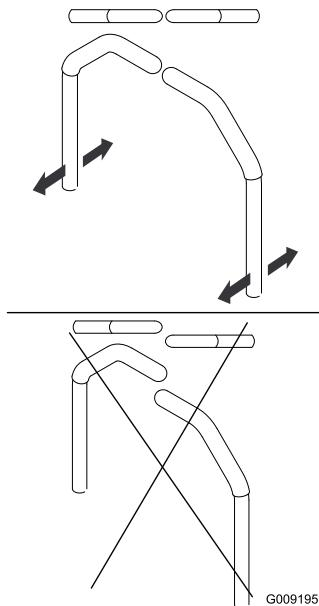

Figure 80
4. Réglez l'alignement avant/arrière des leviers en les plaçant simultanément à la position POINT MORT, puis faites-les coulisser jusqu'à ce qu'ils soient alignés, puis serrez les boulons (Figure 80).